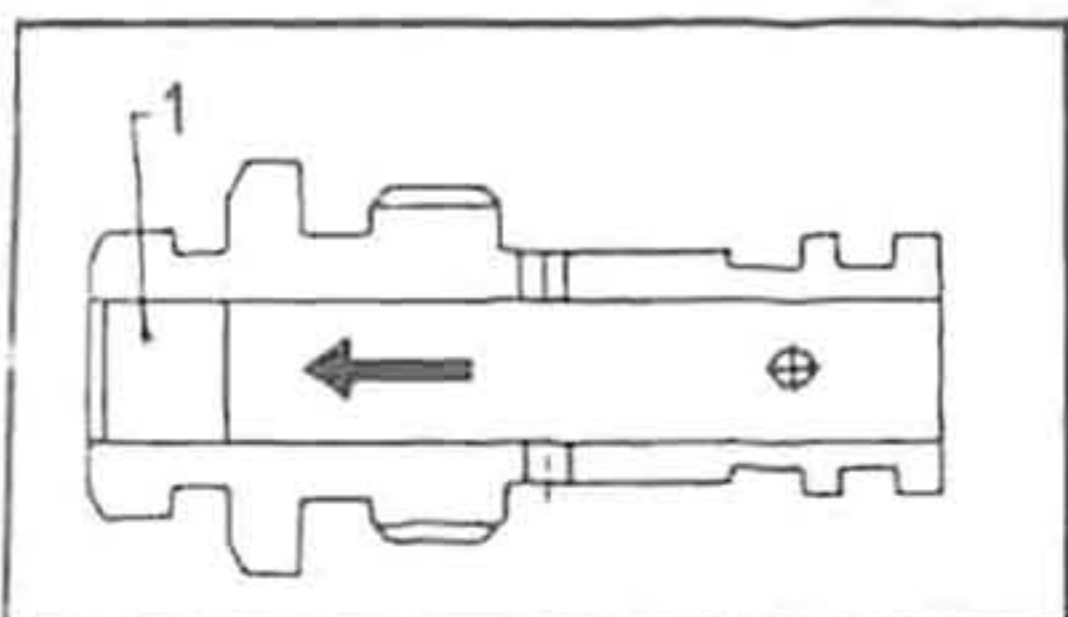

Рис. 332. 1. Пробка регулирующего клапана.
Для проверки ДАВЛЕНИЯ, развиваемого насосом, установите рычаг управления в положение полной нагрузки, винт регулировки максимальных оборотов установите в крайнее левое положение и по показаниям датчика определите давление в режиме полной нагрузки (при 1200 об/мин). Если давление не соответствует требованиям для данного насоса, рекомендуется заменить регулирующий клапан на корпусе насоса. Допускается регулировка изменением положения пробки (1) регулирующего клапана (рис. 332).